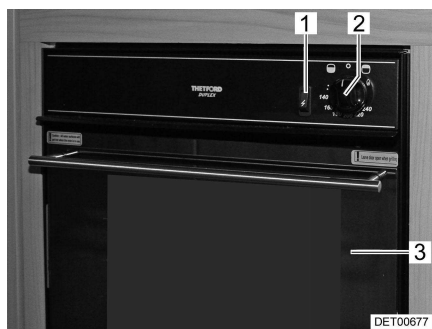
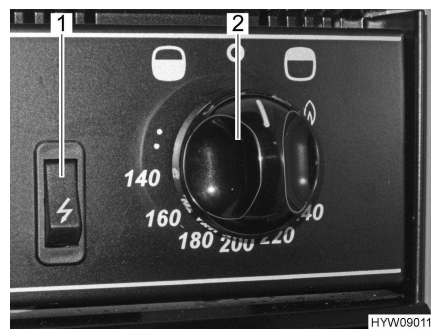

Bild 88 Gasugn med grill
Bild 89 Reglage (gasugn med grill)
- Öppna ugnsluckan (Bild 88,3) helt.
- Tryck vridregulatorn (Bild 88,2 och Bild 89,2) och ställ den moturs (i riktning mot ugn-symbolen "🔥") till maximal ställning.
- Tryck på vridregulatorn (Bild 88,2 och Bild 89,2) under 5 till 10 sekunder. Gasen strömmar till brännaren.
- Tryck på tändaren (Bild 88,1 och Bild 89,1) tills lågan tänds.
- Tryck vridregulatorn (Bild 88,2 och Bild 89,2) och ställ den medurs (i riktning mot grill-symbolen "🍷") till flammans symbol.
- Vrid med vridregulatorn (Bild 88,2 och Bild 89,2) till "0". Flaman slocknar.